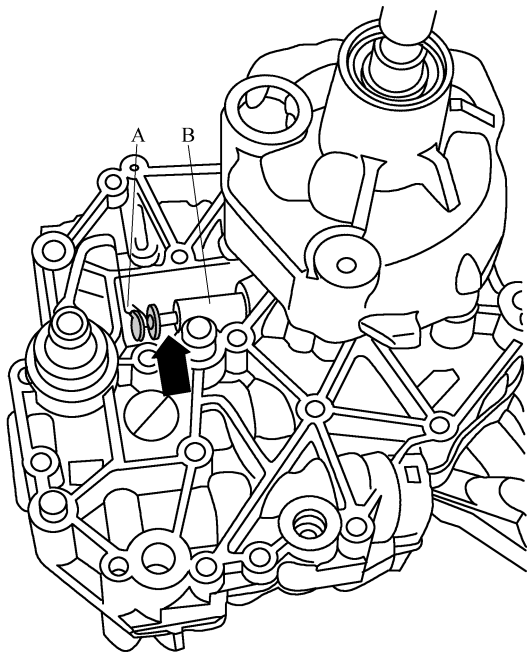

图 2-2-14 将控制活塞 B 压入
(2) 安装轴向密封元件前涂 ATF。轴向密封元件 A 必须小直径朝着自动变速器装入定位位置。
(3) 安装盖板 C，同时注意固定凸耳。盖板背面的固定凸耳必须插入自动变速器表面上的小孔内。
(4) 将换挡轴连杆 2 向前压到底，以使换挡凸块 1 几乎处于垂直位置(略微向右倾斜)。
(5) 在液压控制单元的背面将控制活塞 B 完全向内(左侧)压入，直至其卡入装配弹簧 A 内，如图 2-2-14 所示。
(6) 将液压控制单元装入自动变速器内，此时不得歪斜。注意：装上液压控制单元时，换挡凸块 1 应卡入控制活塞 B 上的空槽内(图 2-2-14 中箭头所示)。
若控制活塞不移动，说明换挡凸块未卡入液压控制单元背面控制活塞的凹槽(图 2-2-14 中箭头所示)，需再次取下液压控制单元，然后重新装入。